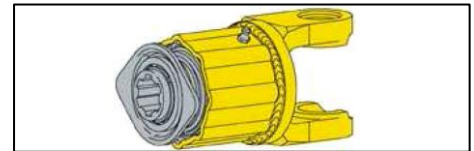

Bild 63: Sternratsche
- Beim Abstellen der Maschine muss die Gelenkwelle vorschriftsmäßig abgelegt werden. Auflagepunkt der Gelenkwelle muss im vorderen Drittel der Gelenkwelle sein (Bild 63).